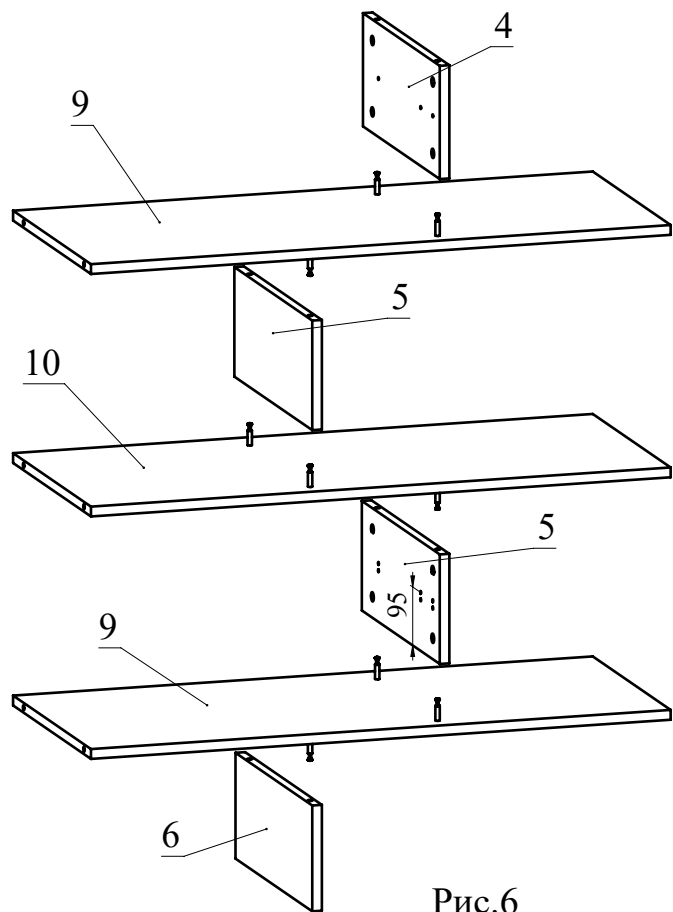

Рис.6
5. Соедините детали 4, 5, 6, 9, 10 между собой и затяните конфирматным ключом головки минификсов по часовой стрелке до упора (Рис. 6).